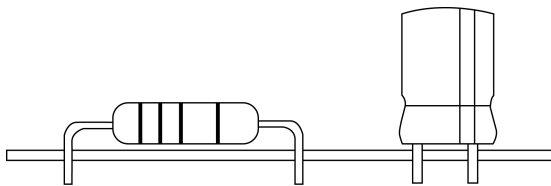

图 3-14 贴板安装示意图
①贴板安装。一般是指卧式安装，元器件与电路板的安装间隙在 1 mm 左右，其特点是简单、易安装、稳定性好，但不利于散热。安装示意图如图 3-14 所示。